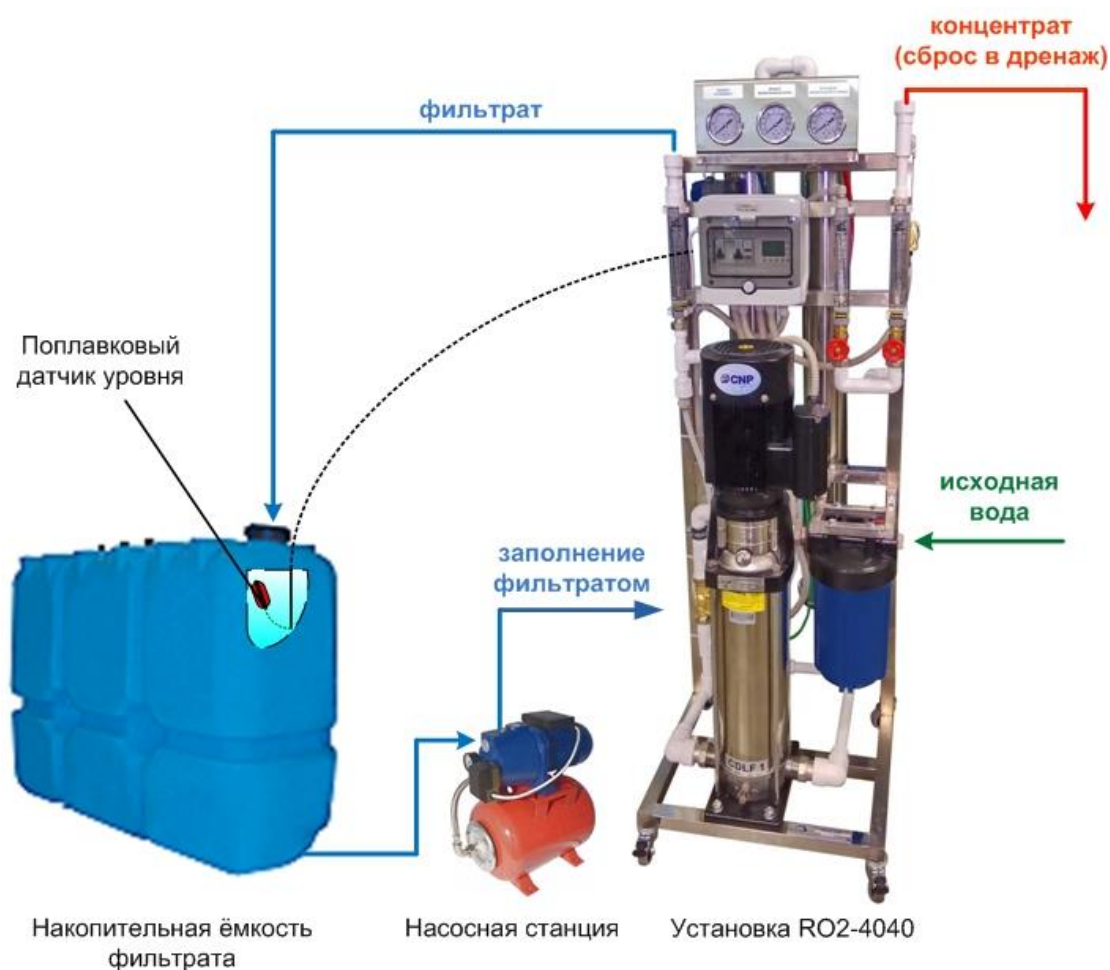

Рис. 4 Подключение трубопроводов к установке.
3.1.2. Подключить установку к магистрали исходной воды, выход фильтрата – к отводящей магистрали чистой воды, выход концентрата – к дренажной системе. К крану K1 подключить магистраль подачи фильтрата для заполнения при остановках (см. рис. 4). Рекомендуется на входе и выходе установки поставить отсекающие краны. Для нормальной работы установки потребитель должен обеспечить качество исходной воды не хуже указанного в табл.1.